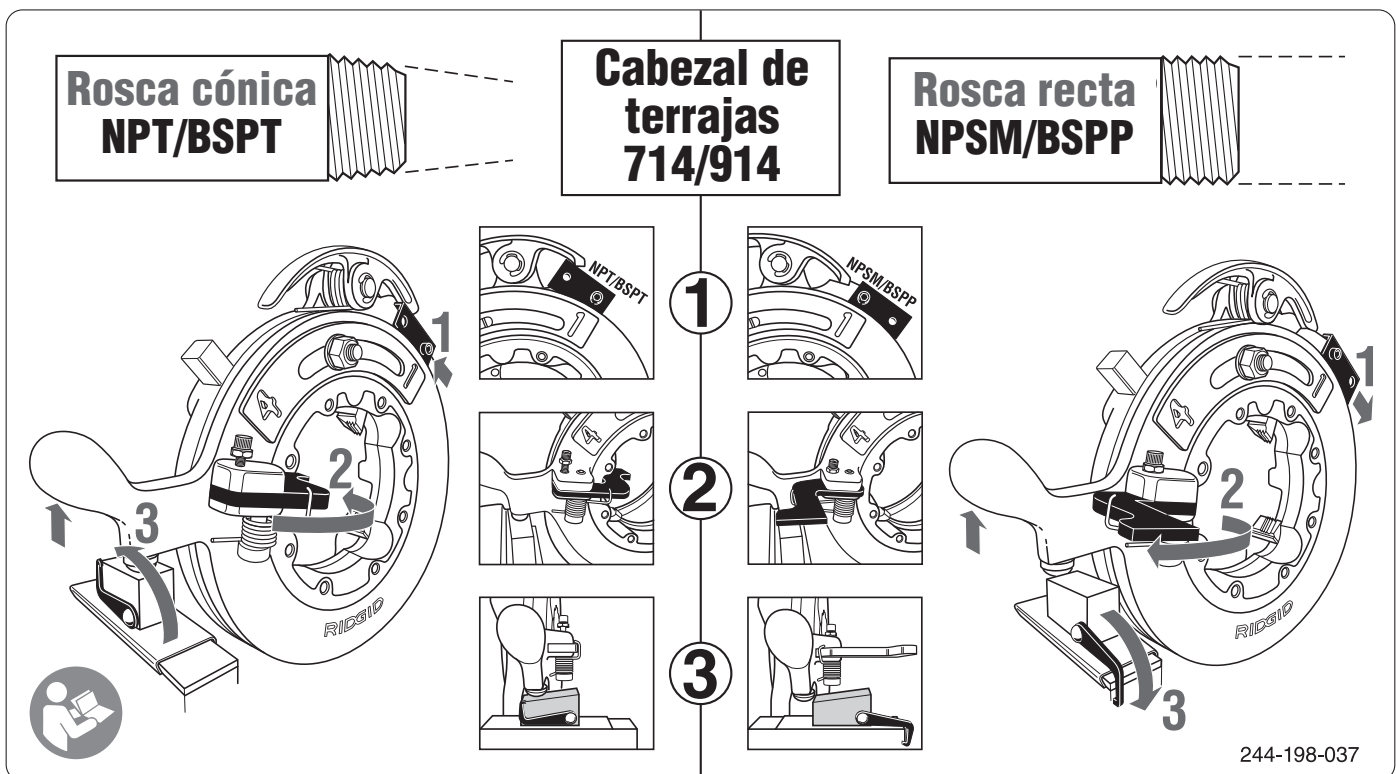

Figura 15 – Ajuste para tubos con roscas cónicas o roscas rectas
- Para roscas cónicas (NPT o BSPT según del cabezal de terrajas), consulte la *Figura 15*: los ajustes se hacen hacia **ADENTRO**.
- Para roscas rectas (NPSM o BSPP según el cabezal de terrajas), consulte la *Figura 15*: los ajustes se hacen hacia **AFUERA**.
- (1) Coloque la placa de cierre hacia **afuera**, alejada de la palanca de liberación. Trabe la placa de cierre con el tornillo, a través del agujero marcado “NPSM/BSPP”.
- (2) Mueva el talón de apertura hacia **afuera**, alejado del tubo, y apriete el tornillo de la placa de liberación para mantener fijada la posición.
- (3) Jale la barra de senos hacia **afuera**, alejándola del cabezal de terrajas y haga girar el pestillo para engancharlo al carro. Hay un agujero al final del carro para encajar el pestillo.